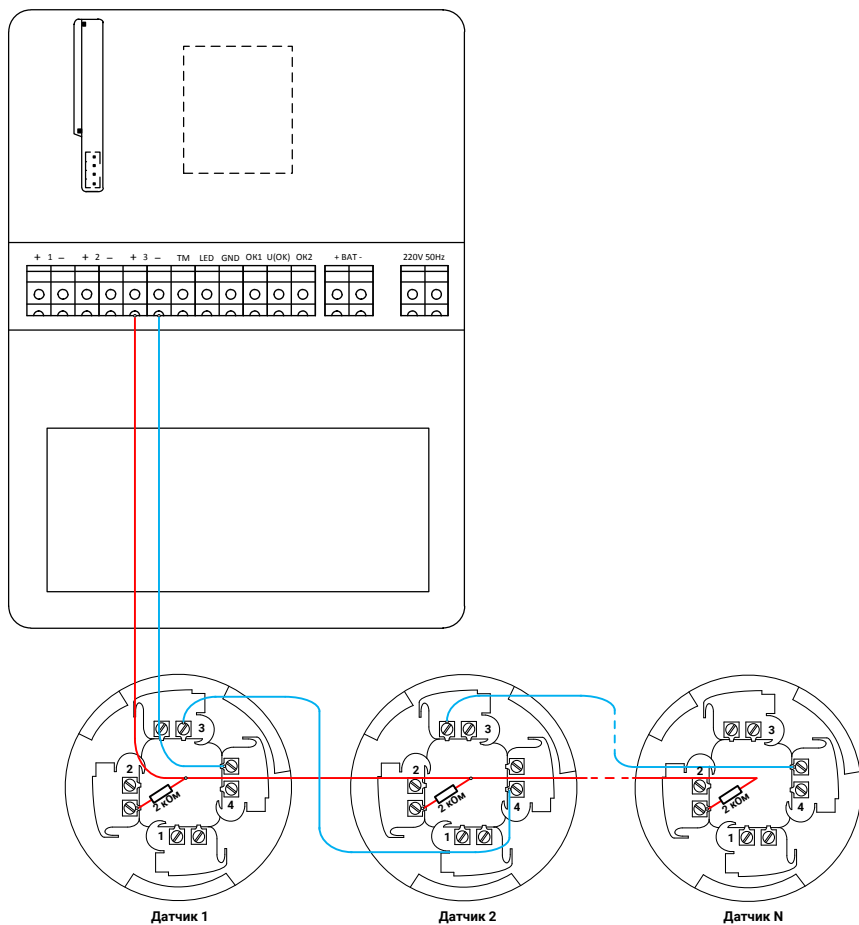

Рисунок 6. Схема подключения пожарных шлейфов
*Подключение пожарных датчиков рекомендуется производить с использованием резисторов номиналом 2 кОм (см. рис. 6).*